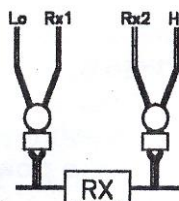

Fig. 3
- 4) Conecte los 2 clips de la siguiente forma como lo muestra la fig. 3 para medir la resistencia desconocida.